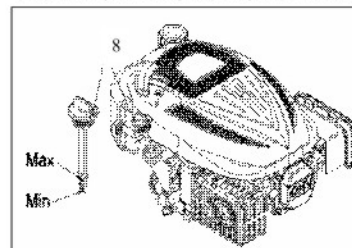

Fig. 7
5. Recoloque a tampa de depósito de óleo / vareta de medição (8). (Ver Fig. 7)